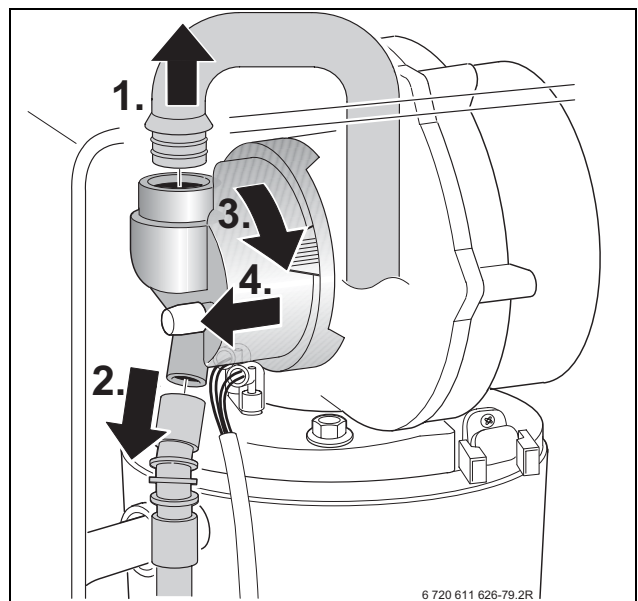

Bild 52
- ▶ Saugrohr ausbauen und Gasrohr an der Mischeinrichtung abziehen, → Bild 52.
- ▶ Mischeinrichtung (1) nach Bild 52 ausbauen.
- ▶ Membran (2) auf Verschmutzung und Risse prüfen.